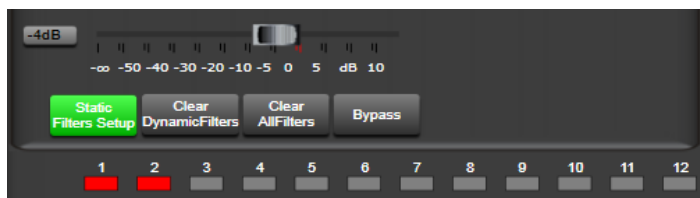

Abb. 25 FBC „Static Filter Setup“
- 2) Die Funktion „Static Filter Setup“ [63] einschalten. Es wird der in Abb. 25 gezeigte zusätzliche Schieberegler eingeblendet.